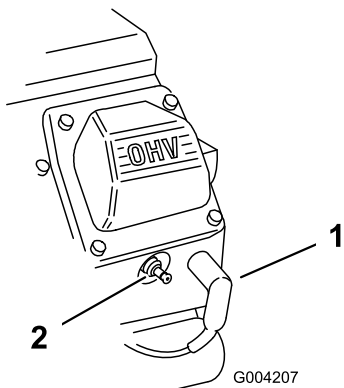

图 46
2. 将电线拉离火花塞 图 46。
3. 将电线压到火花塞上图 46。